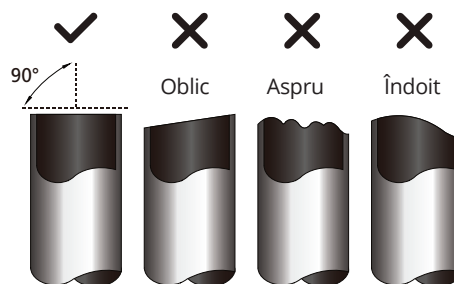

Fig. 5.1
3. Asigurați-vă că țeava este tăiată la un unghi perfect de 90°. Consultați Fig. 5.1 pentru exemple neconforme de tăiere. exemple proaste de tăiere.